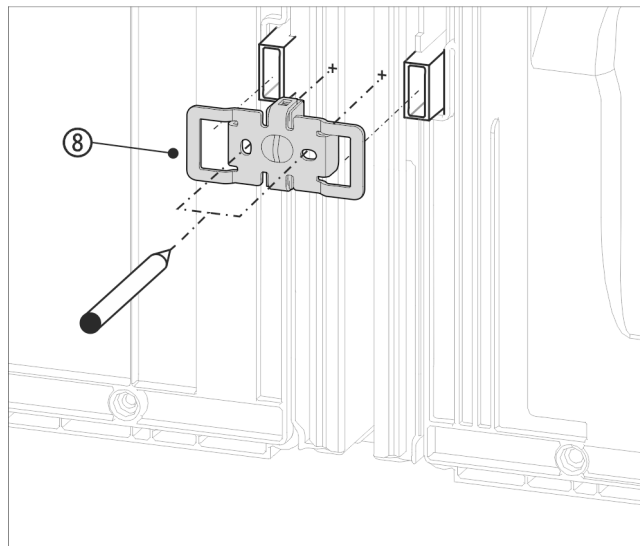

Fig. 16 Príklad zobrazenia
- ▶ Uholník Fig. 16 (8) s vybraniami posuňte nad uchytenie pre dištančné držiaky na stenu.